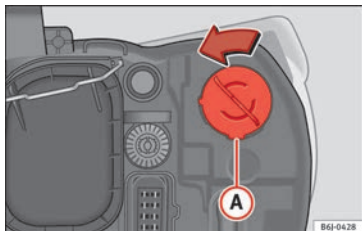

Abb. 186 Blinklicht
- Lampenträger »» **Abb. 186** ① nach links drehen und ziehen.